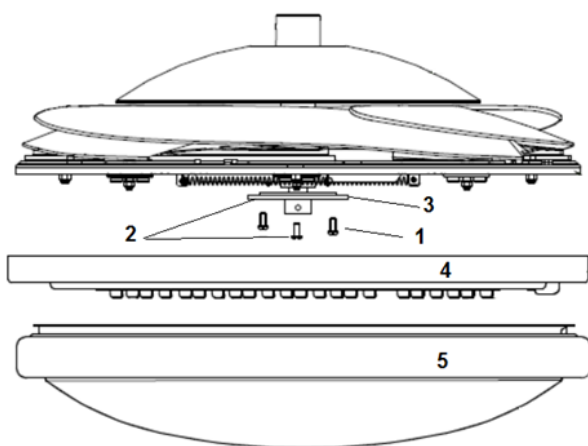

Fig. 6
- 1) Lösen Sie die Schraube (1) von der Basis der Deckenhalterung (3). Richten Sie die zwei Schlitzschrauben (2) auf die Schlitz an der Lampenbasis (4) aus. Abb. 6
- 5) Installieren Sie abschließend die Lampe in der Lampenbasis, indem Sie diese im Uhrzeigersinn drehen. (5 – Abb. 6).